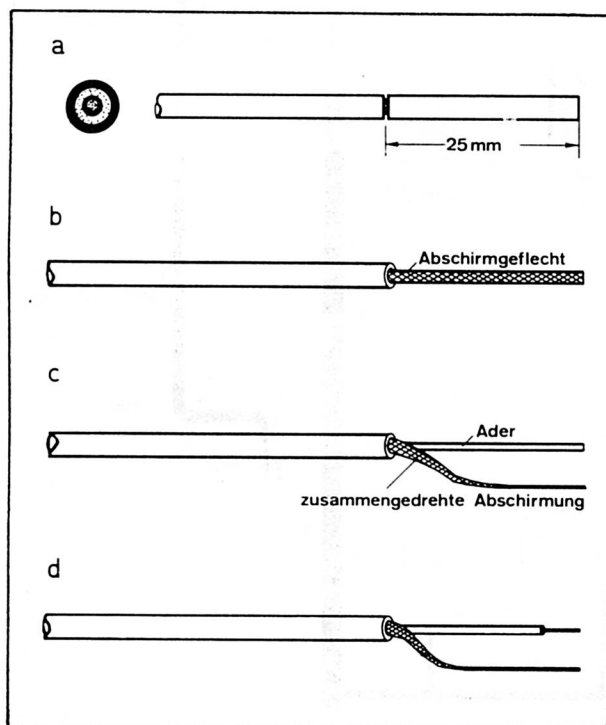

Abb. 49: Verarbeitung einer abgeschirmten Leitung
2. Alle abgeschirmten Leitungen nach Abb. 49 vorbereiten.